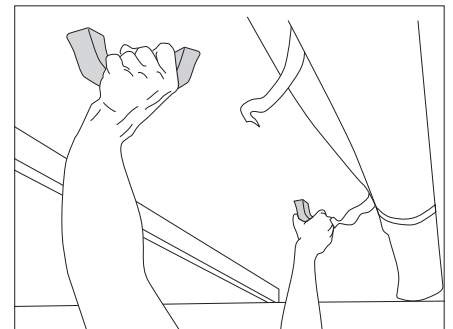

Bild 19 Aufstelldach hochstellen
- Aufstelldach an den Griffen mit beiden Händen nach oben drücken (Bild 19).